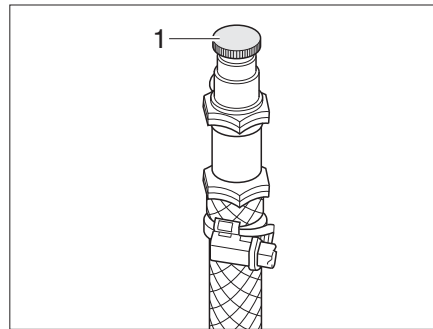

Fig. 309 Soupape de purge pour le chauffage à eau chaude
- Ouvrir la soupape de purge (Fig. 309,1) et la laisser ouverte, jusqu'à ce l'air soit complètement évacué du circuit.